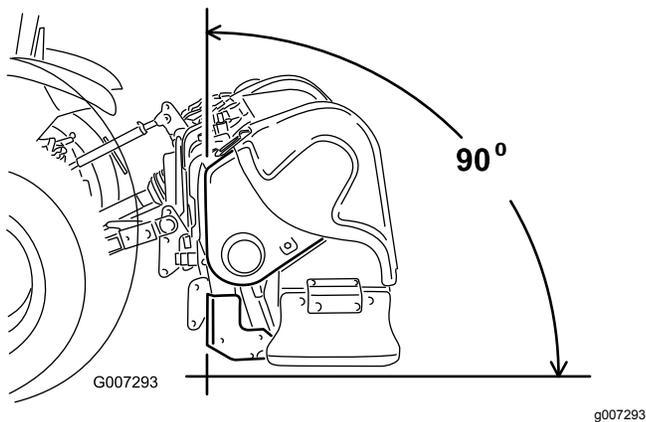

Figure 7
**Remarque:** Pour obtenir des trous d'aération de qualité optimale, l'avant de l'aérateur doit être vertical pendant le fonctionnement (Figure 7). Ajustez le bras d'attelage supérieur pour obtenir l'angle correct. Reportez-vous à la Conseils d'utilisation (page 26) pour de plus amples informations.